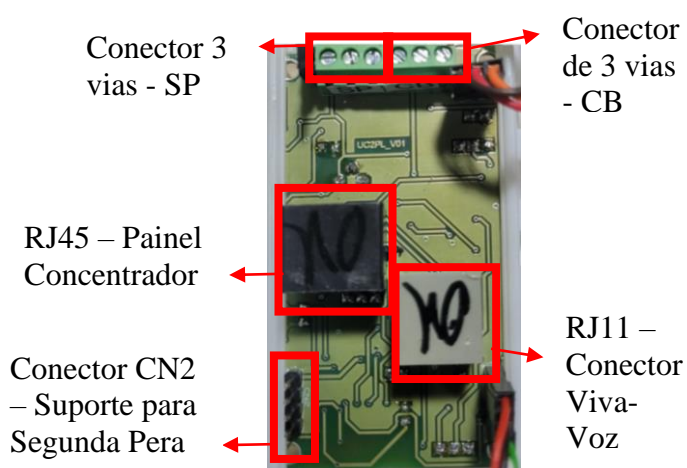
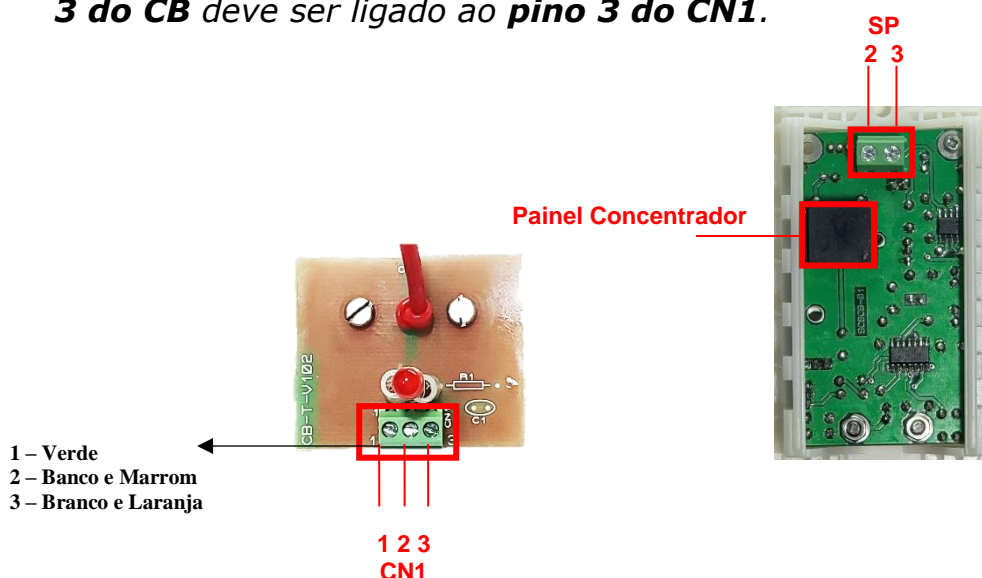

Figura 15 – Vista Superior da Placa da UC da Pera 1
Figura 22 – Placa da Chamada de Banheiro em Detalhe: à esquerda a placa padrão, à direita a placa opcional
- a. Na face posterior da placa da **UC** da Pera 1 (veja a *Figura 15*), localize o receptáculo *RJ-45* rotulado com "**CN2**". Nesse conector deverá ser conectado o Suporte para Pera 2. Observe que é importante manter a ordem dos fios, sendo o primeiro vermelho e alinhado com o vermelho que já vem montado no outro conector da placa e por fim o marrom.
- b. **Execute este passo apenas se você optou por uma chamada de banheiro padrão.** Na face posterior da placa da **UC** da Pera 1 (veja a *Figura 15*), localize o borne de conexão rotulado com "**CB**". Em seguida, na caixa de passagem onde será instalada a **UC**, identifique o cabo de pares trançados que vem do banheiro. Use uma chave de fenda 1/8"x3" para conectar os cabos correspondentes de acordo com os números indicados em ambos os bornes (1, 2 e 3), conforme a *Figura 22*. Não esqueça de anotar a correlação entre as cores das vias usadas e o número do pino ao qual estão conectadas.
- c. Na face posterior da placa da **UC** da Pera 1 (veja a *Figura 15*), localize o borne de conexão rotulado com "**SP**". Em seguida, na caixa de passagem onde será instalada a **UC**, identifique o cabo de pares trançados que vem do *Sinalizador de Porta (SP)*. Use uma chave de fenda 1/8"x3" para conectar os cabos correspondentes de acordo com os números indicados em ambos os bornes (1, 2 e 3), conforme a *Figura 22*. Não esqueça de anotar a correlação entre as cores das vias usadas e o número do pino ao qual estão conectadas.
- d. Certifique-se quanto à existência de um jumper de programação ligando mutuamente os dois pinos de **JP1** na placa da **UC** da Pera 1, veja a *Figura 15* acima. **Apenas quando os dois pinos deste jumper estiverem em curto-circuito, o sinalizador de porta estará habilitado e funcionará normalmente num apartamento com uma única UC.**